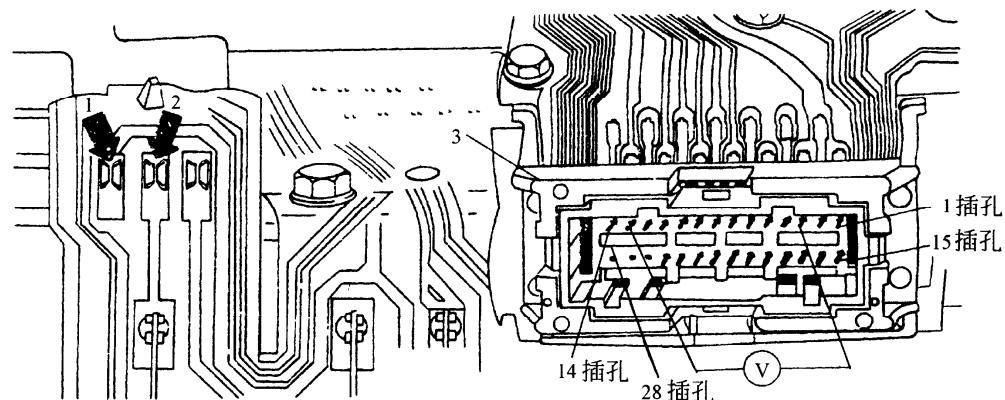

图 9-59 检查稳压器
(1) 如图 9-59 所示，打开点火开关，用万用表检查组合仪表 28 孔插头的插孔 13 (接正极端) 和 3 (接搭铁端) 之间的电压，应高于 10.5V。如果低于 9.5V，表明蓄电池电压不足。
(2) 再用万用表正极端和负极端分别接稳压器的正极输出端 1 和搭铁端 2，万用表上读数应为 9.5~10.5V。否则，表明稳压器有故障。